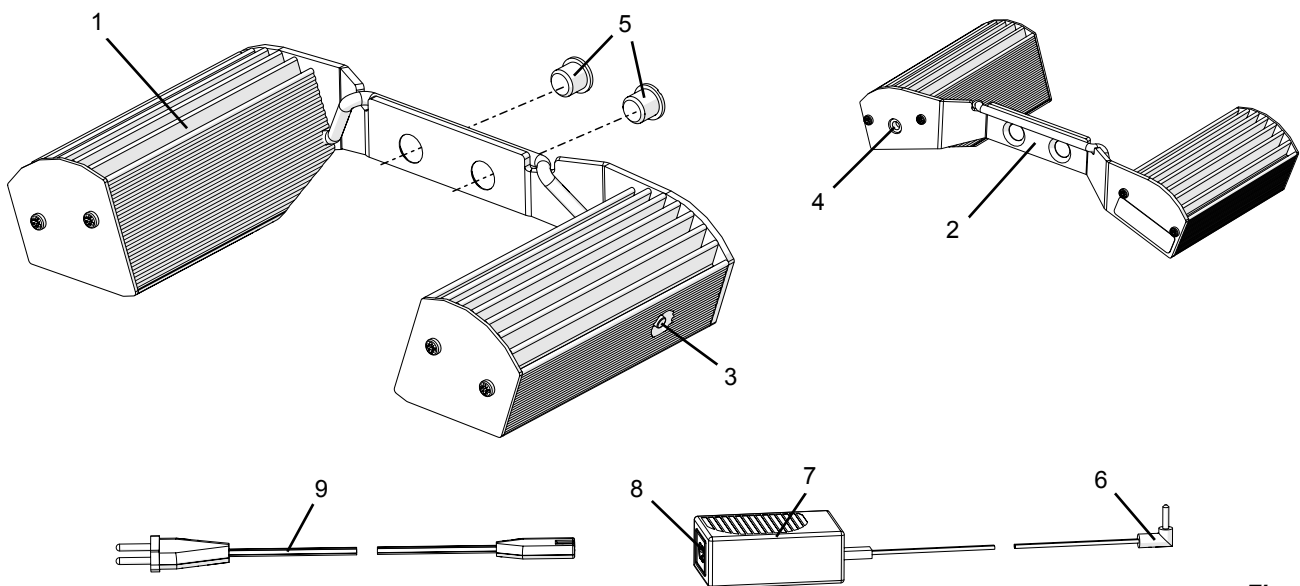

Fig. 1
- ⇒ Visser la tôle d'adaptation et l'éclairage LED (1) qui est fixé à la tête du Mobiloskop en utilisant les vis (5) fournies.
- ⇒ Brancher la fiche de l'adaptateur secteur (6) à la prise (4).
- ⇒ Raccorder le câble secteur (9, Fig. 1) à la prise secteur (8, Fig. 1) de l'adaptateur secteur (7, Fig. 1).
Appuyer sur la touche marche/arrêt (3, Fig. 1) pour allumer ou éteindre l'éclairage LED et réduire la luminosité.